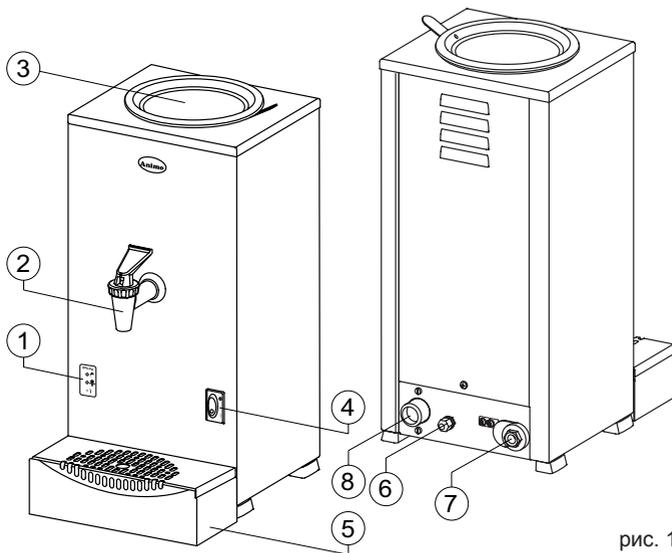

рис. 1
На рис. 1 указаны основные компоненты:
1. Подключите одну сторону соответствующего шланга подачи воды к поворотному крану сзади машины (рис. 1–10), а вторую — ручному запорному водяному клапану. *Внимание! Только холодная вода.* Откройте водяной кран и проверьте соединения на герметичность.